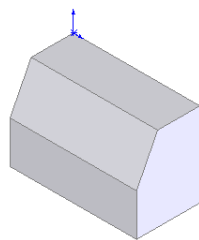

图 3-106 倒角的图形
**03** 确认倒角特征。单击“倒角”属性管理器中的“确定”图标按钮，结果如图 3-106 所示。